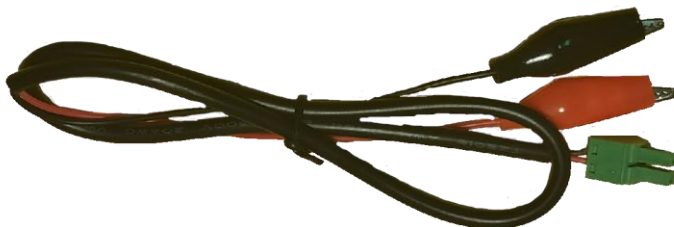

Рис. 6 Кабель «крокодилы»-2pin
- 4) Для подключения и проверки управляемых PTZ аналоговых видеокамер воспользуйтесь кабелем «крокодилы»-2pin из комплекта поставки (рис.6)